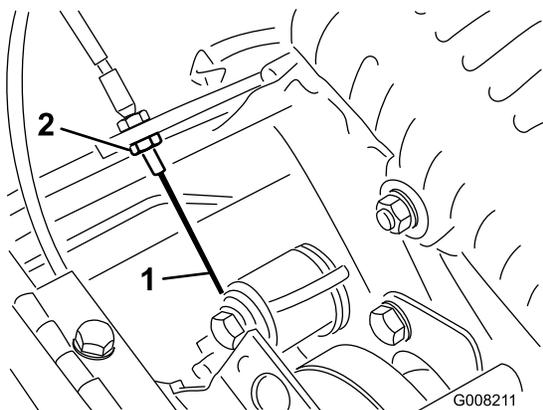

Figura 42
3. Para aumentar la tensión del cable, afloje la contratuerca delantera del cable y apriete la contratuerca trasera del cable (Figura 42) hasta que la fuerza necesaria para engranar el control de tracción sea de 3 a 4 kg.